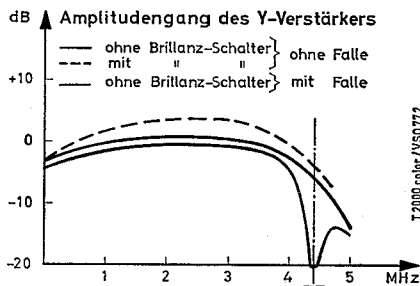

Abb. 5
- 1) Brillanztaste gedrückt. In diesem Fall ist der Schalter offen. Bei tiefen Frequenzen (< 400 kHz) ist der kapazitive Nebenschluß zu R 242 durch C 243 und C 247 zu vernachlässigen. Es tritt über R 242 und R 243 eine Spannungsteilung ein im Verhältnis 1:2,8. Für höhere Frequenzen (> 1,5 MHz) ist der ohm'sche Widerstand von R 242 gegenüber dem kapazitiven Widerstand der Reihenschaltung C 243, C 247 (170 pF) zu vernachlässigen. Außerdem ist der kapazitive Widerstand bei 1,5 MHz bereits klein gegenüber R 243, so daß die Frequenzen oberhalb 1,5 MHz ungeschwächt die Koppelglieder passieren. Es werden also die hohen Frequenzen gegenüber den tiefen Frequenzen um den Faktor 2,8 (9 dB) angehoben, siehe Abb. 5.